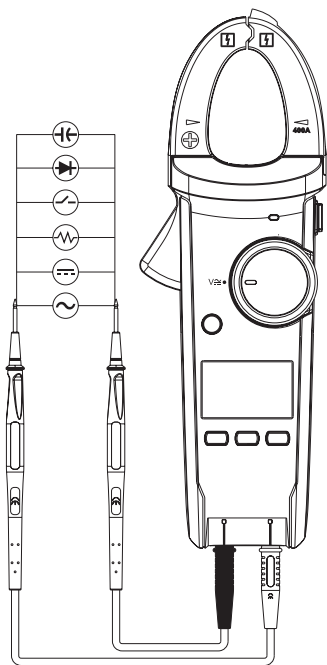

Abb. 1
1. Stecken Sie den Stecker der schwarzen Messleitung in die Messbuchse „COM“ und den Stecker der roten Messleitung in die Messbuchse „V/ Ω “. Orientieren Sie sich an der Abb. 1